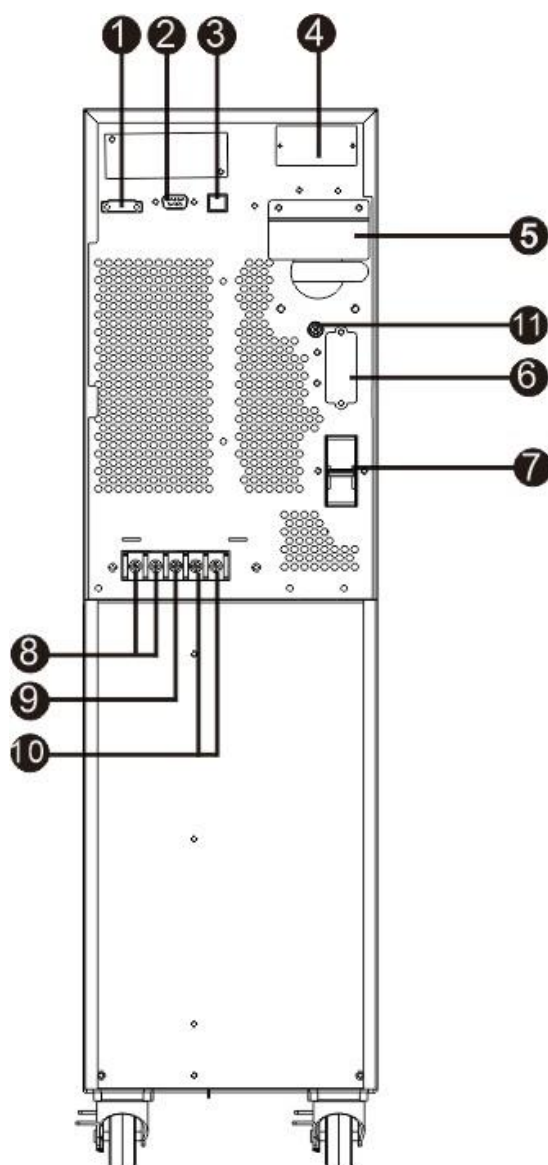
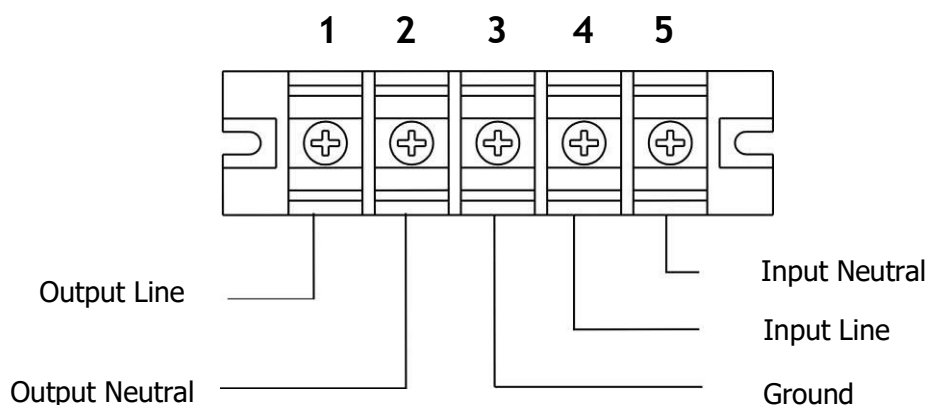

Figura 4 - Pannello Posteriore
Figura 5 - Morsettiera d'Ingresso/Uscita
1. L'interruttore Ingresso Rete sul retro sia "OFF" (vedi figura 4).
1. Togliere il **pannello metallico di accesso alla morsettiera d'Ingresso/Uscita**, posto in basso sul retro (vedi figura 4). La morsettiera d'Ingresso/Uscita è illustrata in figura 5.
2. Procedere al collegamento della **linea d'Ingresso (FASE, NEUTRO e TERRA)** facendo attenzione alla corretta polarità e ai nomi assegnati ai terminali riportati in figura 5, come spiegato sotto:
- ▶ Rimuovere il coperchio metallico del connettore batterie dell'UPS (#1, figura 4).
Rimuovere il coperchio di protezione del connettore batterie (#1, figura 4), solo se occorre collegare un box batterie esterno.
1. Installare e cablare gli UPS secondo la **Figura 5**.
1. Controllare che l'interruttore Ingresso Rete sul retro sia in posizione "OFF" (vedere figura 4).